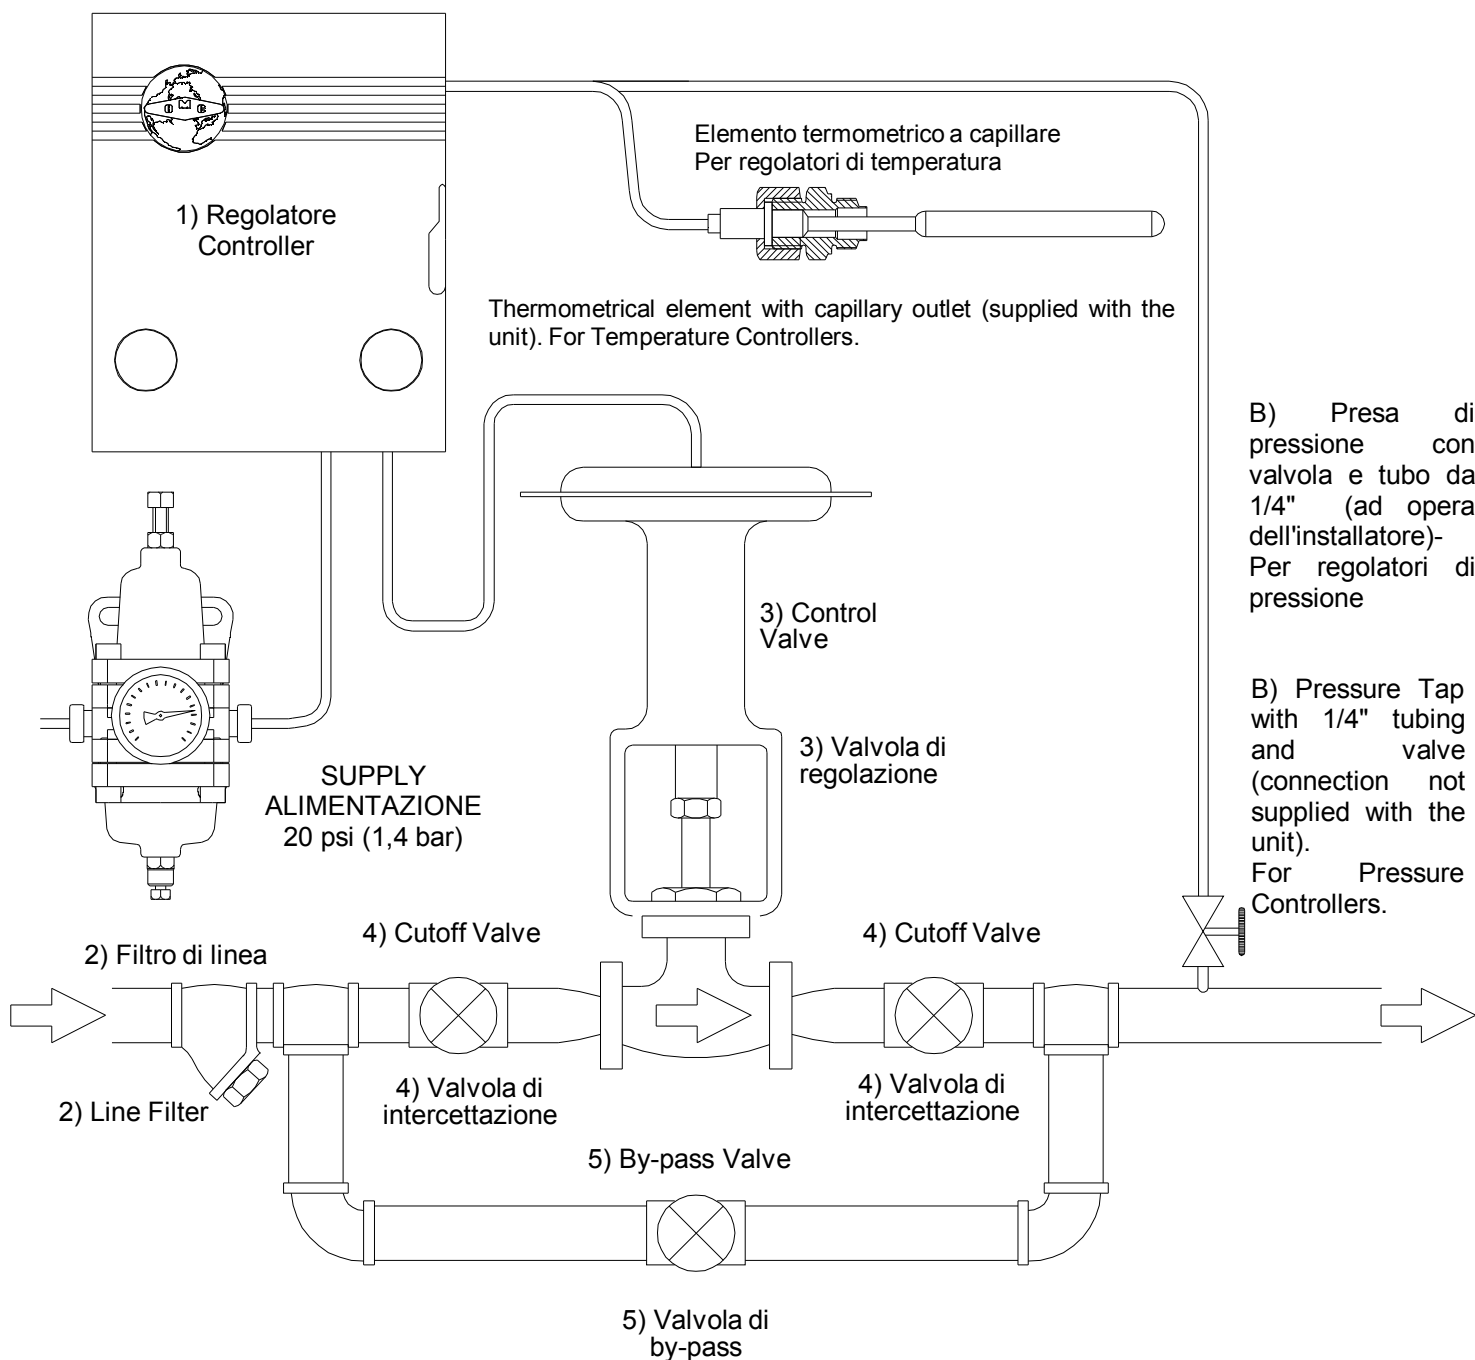

Fig. 10.2.1 "COLLEGAMENTO ALLA VALVOLA DI REGOLAZIONE"
10.2. COLLEGAMENTO ALLA VALVOLA DI REGOLAZIONE (Fig. 10.2.1)
10.2. PNEUMATIC CONTROL VALVE INSTALLATION (Fig. 10.2.1)
C - Aprire completamente le valvole d'intercettazione situate a monte e a valle della valvola di regolazione, accertandosi che la valvola di by-pass sia chiusa vedi (Fig. 10.2.1)
D - Se la valvola di regolazione (3) è dotata di by-pass (5), controllare che quest'ultima sia ben chiusa e che la valvola d' intercettazione a valle (4) sia completamente aperta (vedi Fig.10.2.1).
E - Aprire lentamente e completamente la valvola d'intercettazione a monte della valvola di regolazione (4.Fig. 10.2.1).
C - Completely open the cutoff valves situated upstream and downstream to the control valve. Make sure that the bypass valve is closed (see Fig. 10.2.1).
D - Make sure that the bypass valve (5) supplied with the pneumatic valve (3) is completely closed and that the downstream cutoff valve (4) is fully open (see Fig.10.2.1).
E - Open the cutoff valve (4) situated upstream to the pneumatic valve slowly and completely (see Fig. 10.2.1).
E - Aprire lentamente e completamente la valvola d'intercettazione a monte della valvola di regolazione (4 Fig. 10.2.1).
D - Make sure that the bypass valve (5) supplied with the pneumatic valve (3) is completely closed and that the downstream cutoff valve (4) is full open (see Fig. 10.2.1).
E - Make sure that the bypass valve (5) supplied with the pneumatic valve (3) is completely closed and that the downstream cutoff valve (4) is fully open (see Fig.10.2.1).
E - Se la valvola di regolazione (3) è dotata di by-pass (5), controllare che quest'ultima sia ben chiusa e che la valvola d' intercettazione a valle (4) sia completamente aperta (vedi Fig.10.2.1).
F - Aprire lentamente e completamente la valvola d'intercettazione a monte della valvola di regolazione (4) (Fig. 10.2.1).
F - Open the cutoff valve (4) situated upstream to the pneumatic valve slowly and completely (see Fig. 10.2.1).
F - Make sure that the bypass valve (5) supplied with the pneumatic valve (3) is completely closed and that the downstream cutoff valve (4) is fully open (see Fig. 10.2.1).
G - Open the cutoff valve (4) situated upstream to the pneumatic valve slowly and completely (see Fig. 10.2.1).
F - Se la valvola pneumatica (3) è dotata di by-pass (5), controllare che quest'ultima sia ben chiusa e che la valvola d' intercettazione a valle (4) sia completamente aperta (vedi Fig.10.2.1).
G - Aprire lentamente e completamente la valvola d'intercettazione a monte della valvola (4 Fig. 10.2.1).